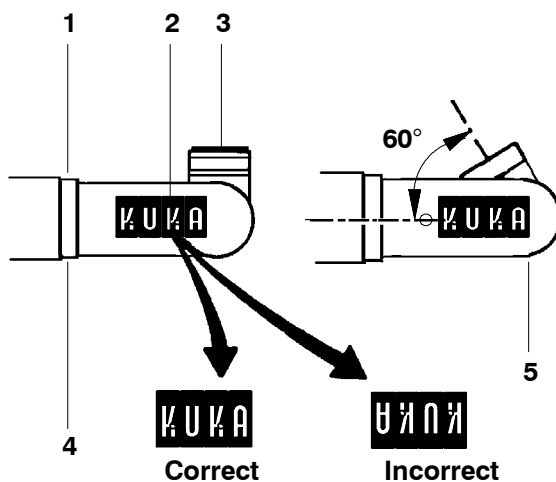

Fig. 79 Vidange d'huile
- (1) Mettre le robot en service et amener le bras en position horizontale. Amener le poignet en ligne (Fig. 79) en position mécanique zéro.
- (2) Déplacer l'axe 5 de telle manière que la bride de fixation (3) montre vers le haut et soit horizontale.
- (3) Dévisser la vis de remplissage (1) d'A4.
- (4) Dévisser la vis de vidange (4) d'A4 et prévoir un récipient pour l'huile qui va s'écouler.
- (5) Déplacer l'axe 5 de façon à ce que la vis de vidange (5) montre vers le bas (voir Fig. 79, à droite).
- (6) Dévisser la vis de vidange (5) du bloc réducteur A5 et prévoir un récipient pour l'huile qui va s'écouler.
(1) Fermer l'orifice de vidange (Fig. 79/4) et déplacer le poignet pour que la vis de vidange (5) montre vers le haut.
(2) Remplir avec la quantité d'huile prescrite.